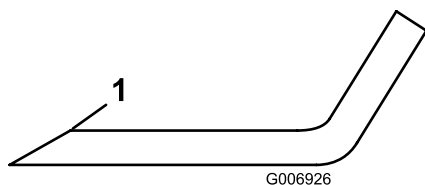

Bild 18
5. Untersuchen Sie die Schnittkanten aller Messer. Schärfen Sie alle stumpfen und ausgekerbten Schnittkanten. Schärfen Sie nur die Oberseite der Schnittkante und behalten dabei den ursprünglichen Schnittwinkel bei, um die Schärfe des Messers zu gewährleisten (Bild 18).
6. Wenn das Messer stumpf ist oder Kerben hat, schärfen Sie nur die Oberseite der Schnittkante und behalten den Originalschnittwinkel bei (Bild 18).